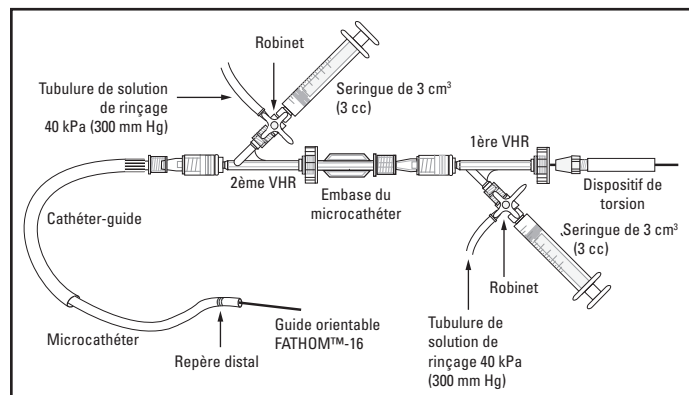

Figure 1. Exemple de configuration pour le rinçage continu
La configuration recommandée pour le rinçage continu est illustrée à la Figure 1.
10. Fixer une valve hémostatique rotative (de type Tuohy-Borst) au raccord Luer du cathéter-guide comme illustré à la Figure 1 pour rincer en continu ce dernier avec du sérum physiologique (un tampon compressif peut s'avérer utile).
2. Introduire délicatement le microcathéter avec le guide préchargé dans le cathéter-guide via la VHR, comme illustré à la **Figure 1**. Serrer le capuchon d'évent de la VHR autour du microcathéter pour éviter un reflux tout en laissant une certaine liberté de mouvement au microcathéter à travers la valve.